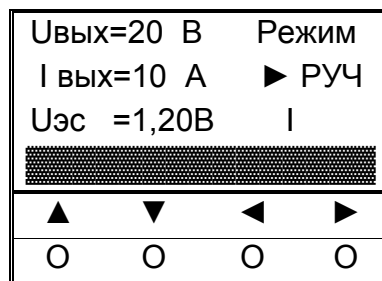

Рисунок 14
3. С помощью кнопок управления «◀», «▶» установить ползунок в крайнее правое положение, проконтролировать значения параметров: $U=19...21\text{В}$, $I=10\text{А}$ (рисунок 14).